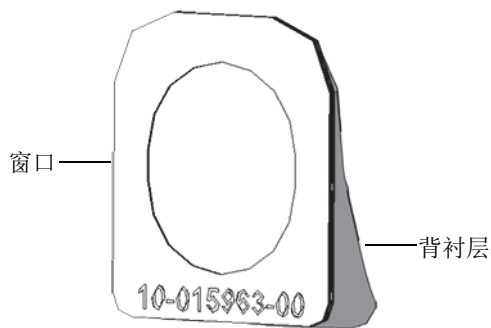

图 4-7 剥下窗口的背衬层
1. 从窗口包装中取出一个窗口，并将窗口的背衬层完全剥下（参见第60页的图 4-7）。